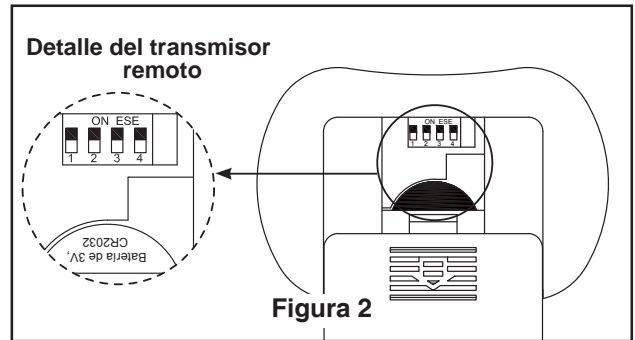

Figura 2
Idea de diagrama de uso de perfil alto (Figura 2)
2. Retire el clip de horquilla y pasador de horquilla de la parte inferior de la bola para colgar. Retener el pasador y clip para la reinstalación en el paso 4. (Figura 2)
Debe colgar el ventilador a una distancia mínima de 2,13 m desde las aspas hasta el piso. (Figura 2)
1. Para configurar el código del transmisor, extraiga la carcasa de la batería presionando firmemente debajo de la flecha y deslice la carcasa hasta extraerla. Mueva los interruptores de código hasta colocar el código de selección en la posición arriba o abajo. Los ajustes de fábricas vienen con todos los interruptores hacia arriba. No utilice esta posición. Con un destornillador pequeño o con una lapicera deslice firmemente hacia arriba o hacia abajo. (Figura 2)
- 2. Coloque y ajuste firmemente la cubierta para el tornillo de la base sobre los tornillos de reborde de la abrazadera para colgar mediante el mecanismo de seguro por giro del chavetero. (Figura 2)
- 2. Instale la bombillas. (Figura 2)
2. Para que funcione el ventilador, instale dos pilas de 3 voltios en el transmisor del mando a distancia. (si no se va a utilizar por largos períodos de tiempo, retire la batería para evitar daños al control remoto de mano.) Guarde el transmisor lejos del exceso de calor o humedad. (Figura 2)
2. Instale el soporte de control con los dos tornillos #6-32x 3/4". Empuje los cuatro tapones de plástico para cubrir los orificios de los tornillos. (Incluidos con el mando). (Figura 2)
2. Instale el soporte de control con los dos tornillos #6-32x 1". Empuje los cuatro tapones de plástico para cubrir los orificios de los tornillos. (Incluidos con el mando). (Figura 2)